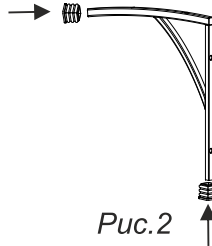

Рис. 2
2. Установите пластиковые заглушки в кронштейны крепления (по 2 штуки в каждый кронштейн). *Рис. 2.*